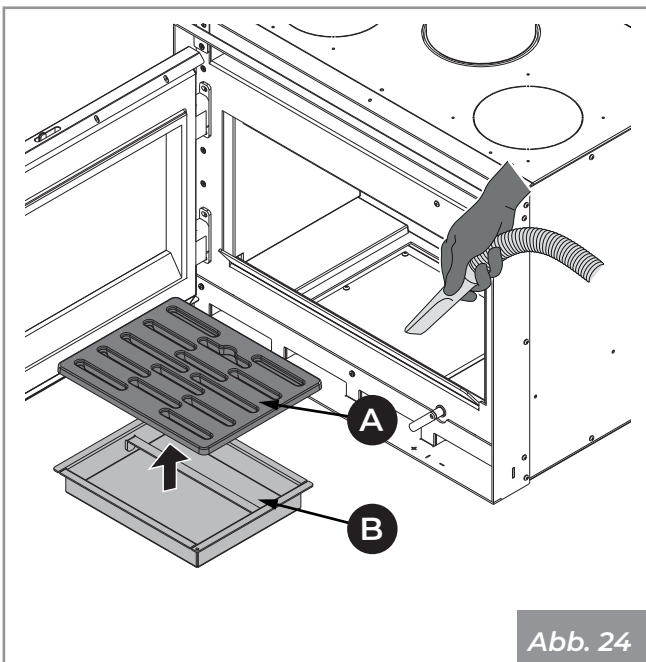

Abb. 24
- 1) Das Gitter sorgfältig reinigen (**A**) (**Abb. 24**). Das Rost herausnehmen und mit einem kleinen Besen (nicht mit geliefert) die Verbrennungsrückstände von der Feuerstätte in die Aschelade fegen.